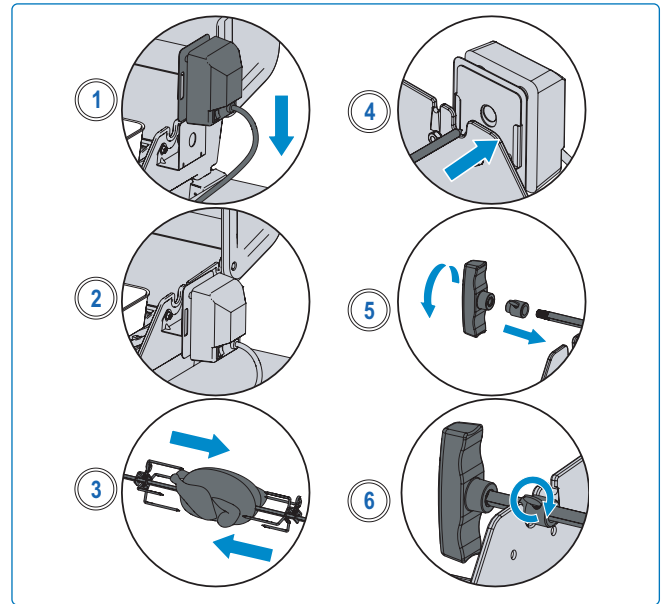

Fig. 16
5. Deslice el segundo tenedor del asador en la varilla y empújelo en el pollo hasta que los 3 pollos queden bien apretados. Ajuste (**Fig 16**).